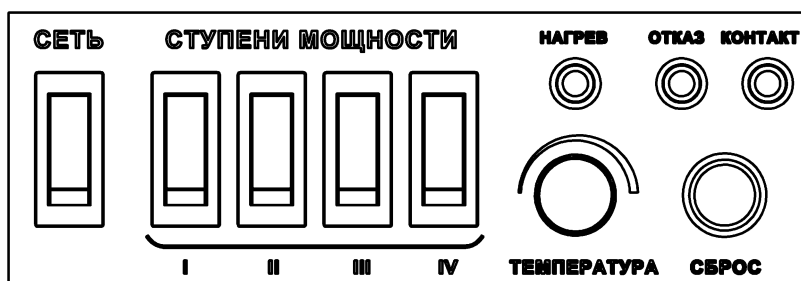

Рисунок 6. Клавиши управления и индикации
- 8.2.1 Прибор настраивается клавишами управления (рис. 6).